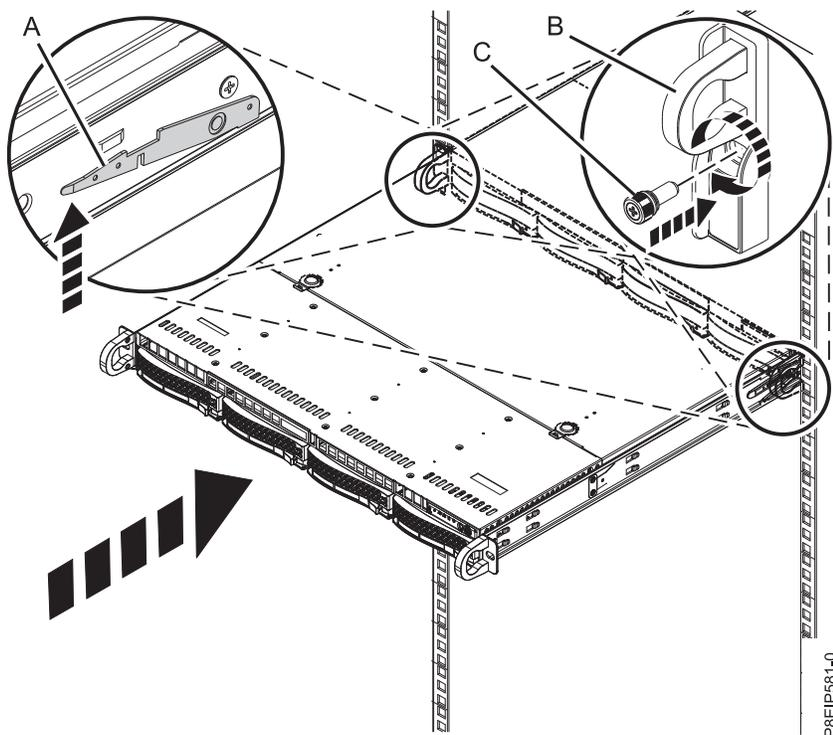

Figura 85. Colocando o sistema na posição de operação
4. Libere as travas de segurança do trilho (A) erguendo-as, conforme mostrado na Figura 85 na página 86, em seguida, empurre o sistema totalmente para dentro do rack.